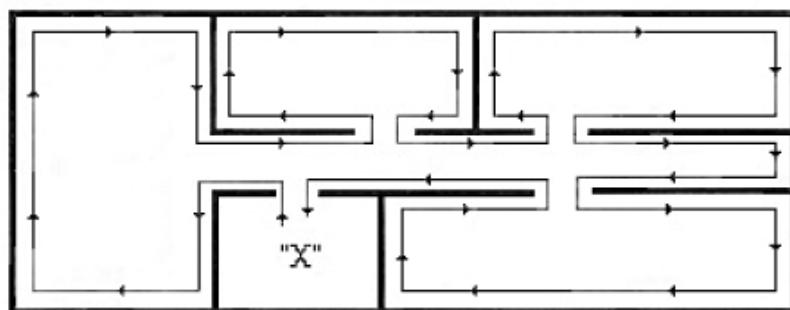

FIG. 5
b) Débuter les travaux en partant du point le plus rapproché de l'appareil "X", côté gauche ou droit. Continuer les travaux en vous éloignant et en ajoutant au fur et à mesure les longueurs de boyau nécessaires. Lorsque le point le plus éloigné sera atteint, travailler en revenant vers l'appareil et enlever les longueurs de boyau excédentaires au fur et à mesure. En suivant cette méthode, les boyaux ne gêneront pas. (Voir FIG. 5)
b) Comenzar los trabajos yendo del punto más acercado del aparato ' 'X ', de la parte de la izquierda o derecho. Seguir los trabajos al alejárseustedes y al añadir al fur y tiene medida las longitudes de tripas necesarias. Cuando el punto más distante se alcance, trabajar al volver de nuevo hacia el aparato y retirar las longitudes de tripas excedentarias al fur y tiene medida. Al seguir este método, las tripas no obstruirán no (véase FIG. 5)